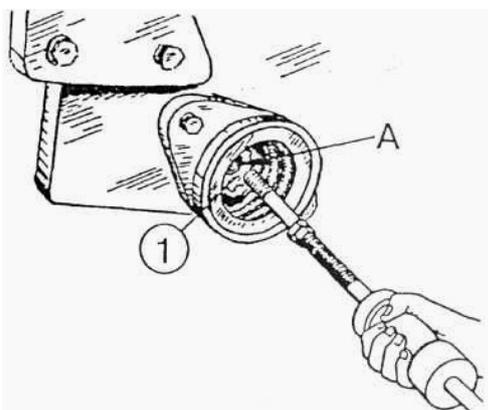

Рисунок 5.50
- 3) ввинтите в резьбовое отверстие «А» (рисунок 5.50) в торце торсиона (1) съемное приспособление или болт М10 длиной 150...200 мм и демонтируйте торсион (1) вместе с фиксатором;